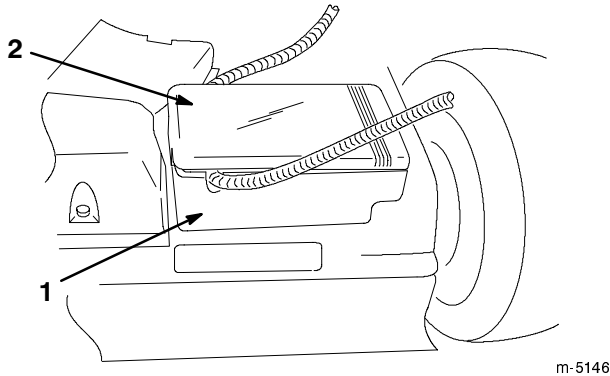

Figure 4
1. Enlevez le couvercle du compartiment de la batterie (Fig. 4).